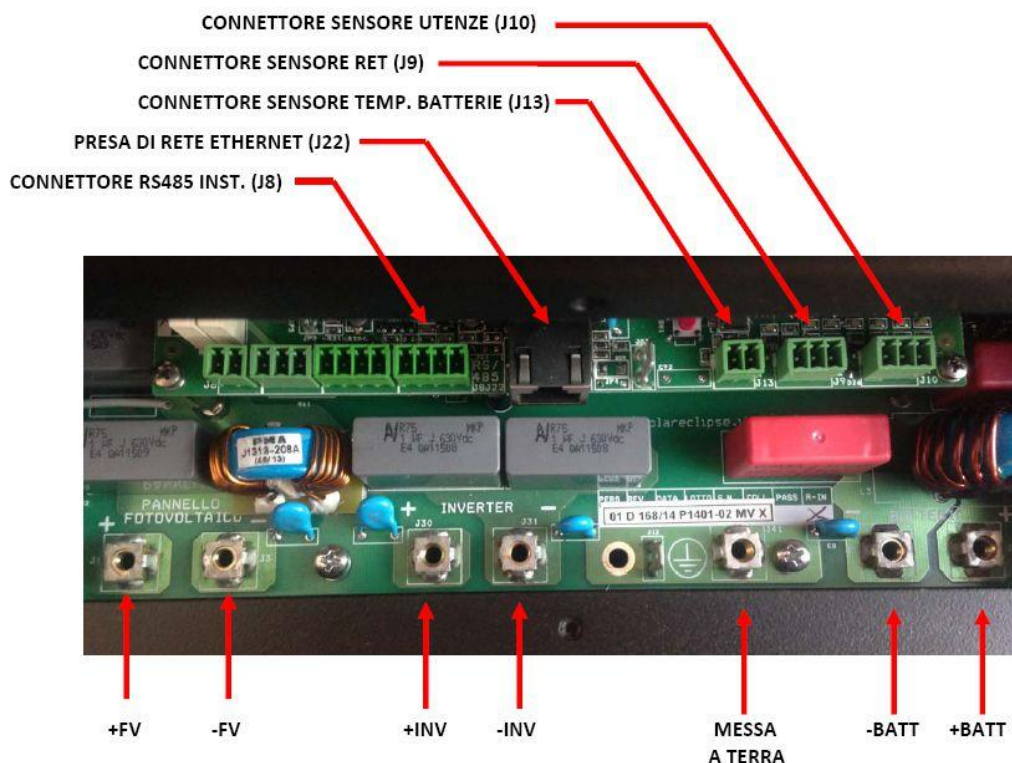

Figura 6 – Cablaggio scheda Solar Eclipse
- Collegare i cavi dei moduli fotovoltaici alla scheda (vedi Figura 6)
- Verificare che il il sezionatore batterie sia aperto (vedi Figura 6)
- Collegare i cavi del pacco batteria sulla scheda di Solar Eclipse (vedi Figura 6)
- Collegare i cavi inverter alla scheda (vedi Figura 6)
- Collegare il connettore del sensore rete alla scheda di Solar Eclipse (vedi Figura 6)
Collegare il cavo interfaccia USB/RS485 al pc e al Solar Eclipse vedi Figura 6 assicurandosi che il Solar Eclipse sia in stato di blocco (spia LED a sinistra lampeggiante).